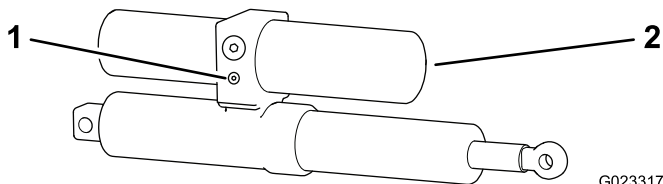

Figura 20
1. Localice la válvula de alivio manual en el actuador de cada brazo (Figura 20).